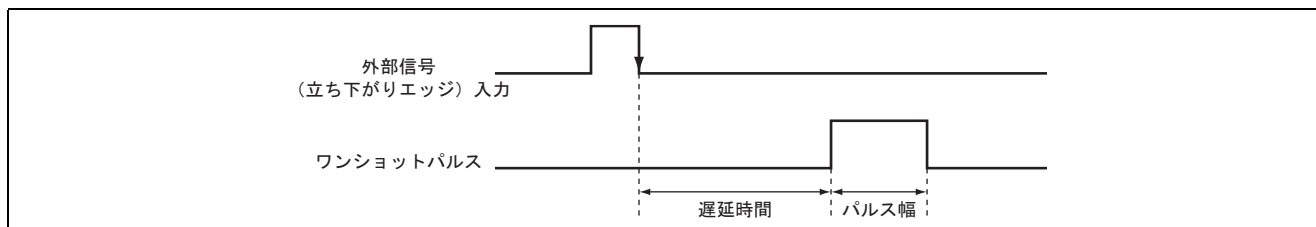

図 1 ワンショットパルス出力
- (1) 図 1 に示すように外部信号の立ち下がりに同期してワンショットパルスを出力します。
- (2) 外部信号の立ち下がりからの遅延時間およびパルス幅は以下になります。